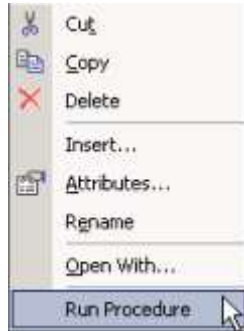

图 9.2: 程序 ‘ReadFromDatabase’ 的鼠标右键菜单
- 使用鼠标右键的弹出菜单（见图 9.2）选择 Run Procedure 命令